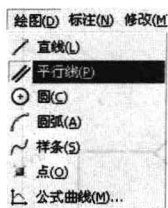
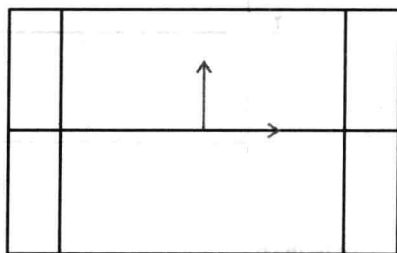

图 2-26 【平行线】命令
图 2-29 绘制平行线
(2) 单击【绘图】→【平行线】命令，在【立即】菜单中修改参数，绘制平行线，如图 2-26～图 2-29 所示。